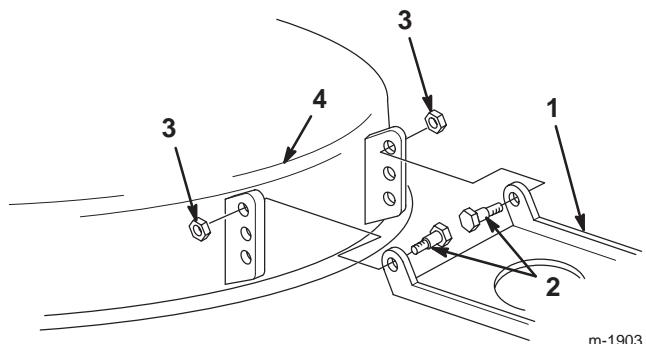

Bild 49
18. Bewegen Sie, wenn sich die 6- bis 16-mm-Neigung nach vorne nicht durch Drehen der Neigungseinstellmutter herbeiführen lässt, die Mähwerkbefestigungshalterung am Mähwerk (Bild 49).
19. Entfernen Sie die Ansatzschrauben und Sicherungsmuttern vom Mähwerk (Bild 49).
20. Verlegen Sie das Mähwerksgelenk ein Loch tiefer und installieren Sie die Ansatzschrauben und Sicherungsmuttern (Bild 49).